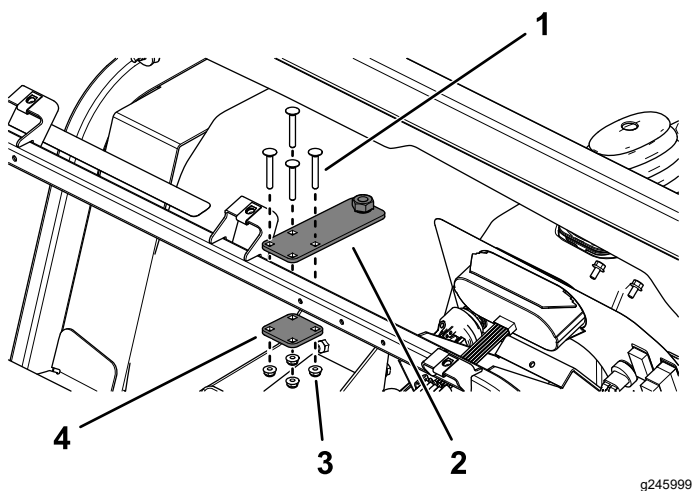

Figura 36
2. Instale la chapa de ajuste y la chapa trasera en el tubo de sujeción del salpicadero con 4 pernos de cuello cuadrado ($\frac{1}{4}$ " x $1\frac{3}{4}$ ") y 4 tuercas con arandela prensada ($\frac{1}{4}$ "), tal y como se muestra en la Figura 36.